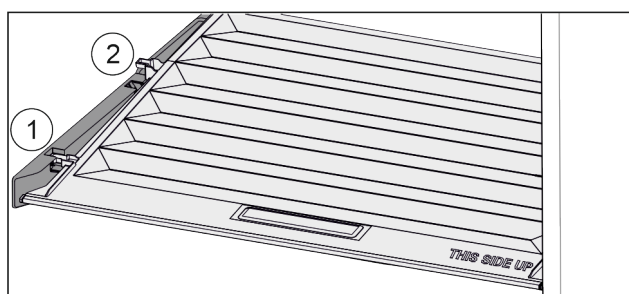

Fig. 32
- ▶ Tirare in avanti il coperchio fino all'apertura nei fermi Fig. 32 (1).
- ▶ Sollevare posteriormente dal basso e togliere verso l'alto Fig. 32 (2).